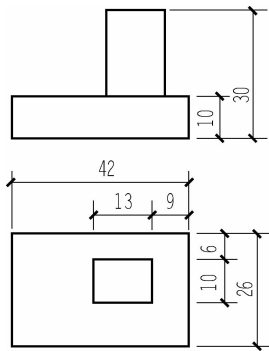
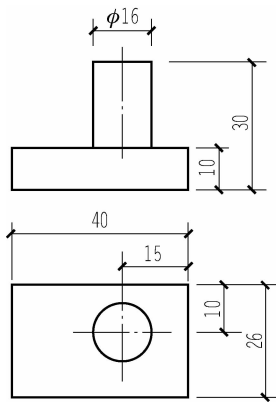

图 3-38 长方体的定位
图 3-39 圆柱体的定位
(2)定位尺寸。定位尺寸是用于确定各基本形体之间相对位置的尺寸。如图 3-38 所示的 9 和 6、图 3-39 所示的 15 和 10,分别确定了长方体和圆柱体的左右、前后方向的位置。